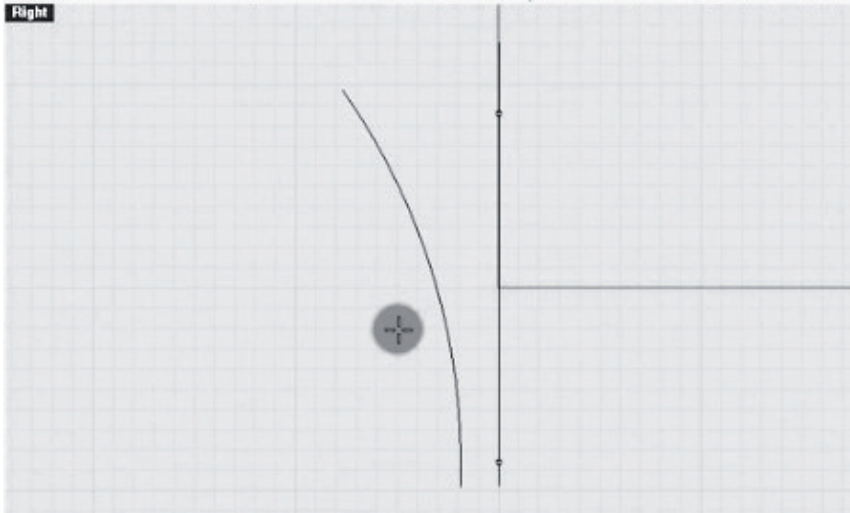

Рис. 72. Кривая для объема будущего браслета
7. В окне Right строим вспомогательную изогнутую линию, также с помощью Arcs необходимо, чтобы эта линия по размерам не превышала высоту кольца в соответствии с *рис. 72*.